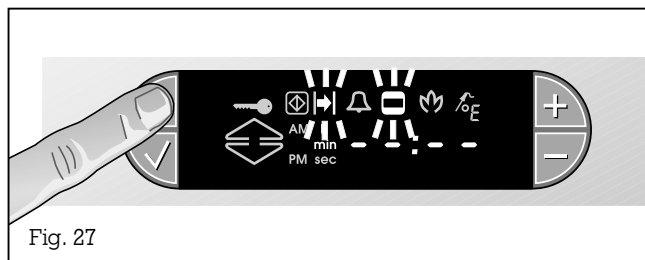

Fig. 27
- Premete due volte il tasto 🕒 (Orologio). Sul display lampeggiano i simboli - (Fine) e 🕒 (Tempo di cottura) (Fig. 27).